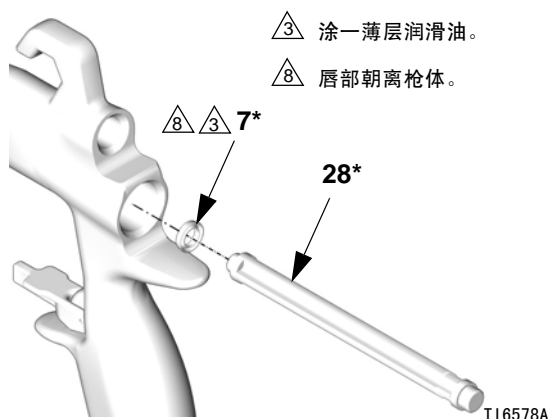

图 41
3. 将新的 U 形杯 (7*) 放在密封安装工具 (28*) 上, U 形杯的唇部应朝向工具, 如图 41 所示。将 U 形杯推入喷枪的后部, 直至感觉到肯定卡住为止。